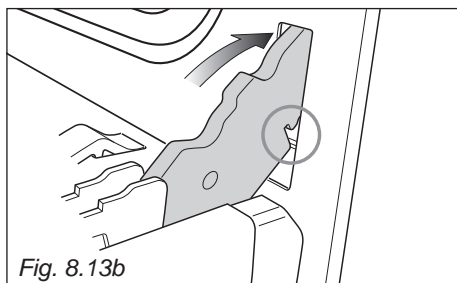

Fig. 8.13b
2. Insérer le crochet des charnières (droite et gauche) dans son emplacement; s'assurer que la rainure soit dans sa logement (fig. 8.13b).